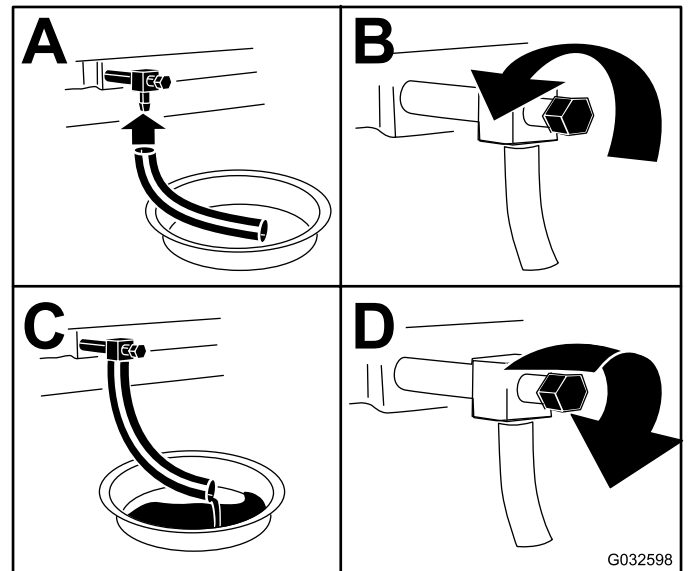

Bild 42
4. Wechseln Sie das Motoröl in den folgenden Situationen Bild 42.